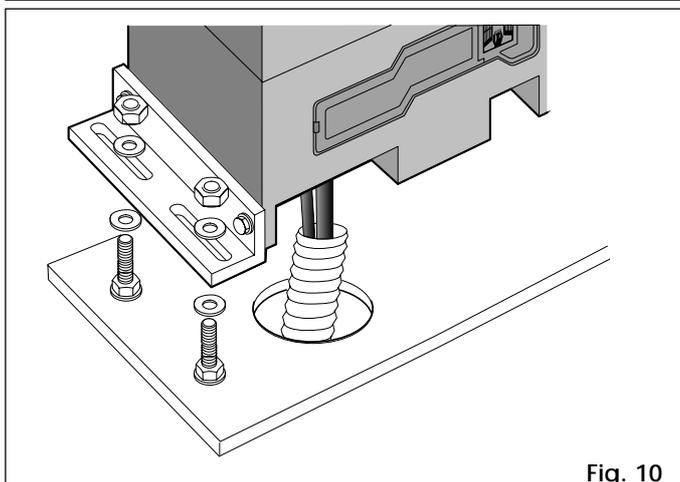

Fig. 10
- 3) Placer l'opérateur sur la plaque en utilisant les rondelles et les écrous fournis, comme indiqué Fig. 10.